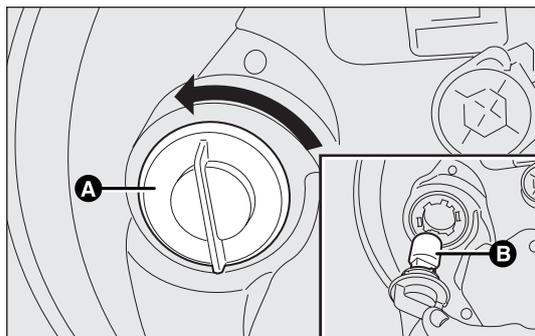

fig. 161
- ruotare in senso antiorario il portalamпада A-fig. 161 utilizzando l'aletta dedicata ed estrarlo;